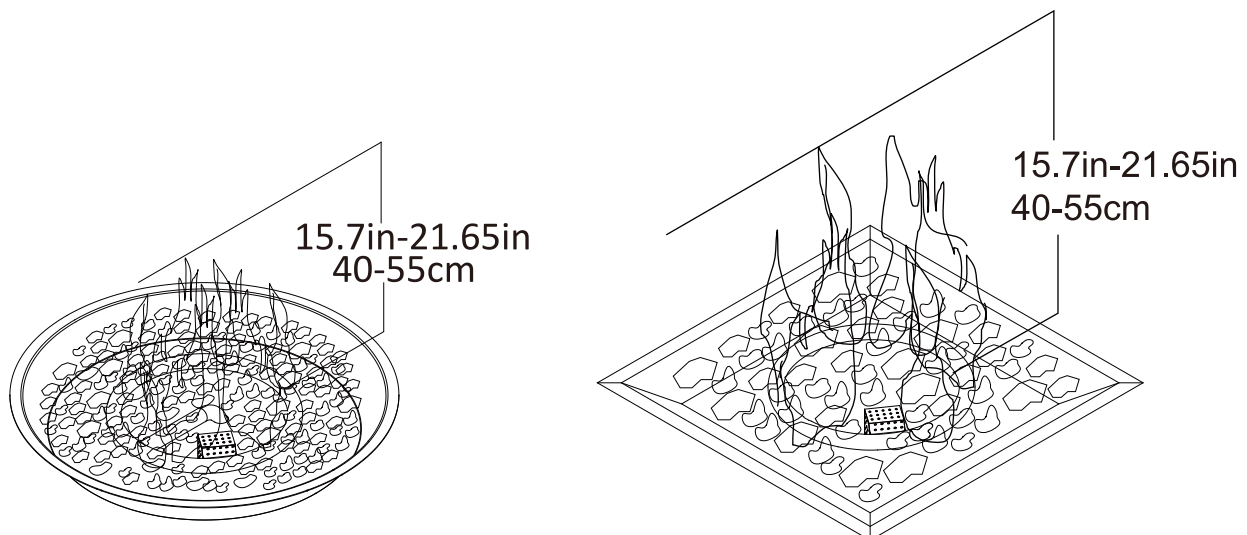

Figura 3
10. Dopo l'accensione, osservare la fiamma del bruciatore per assicurarsi che tutti i fori del bruciatore siano accesi e che l'altezza della fiamma corrisponda all'illustrazione. (Figura 3)